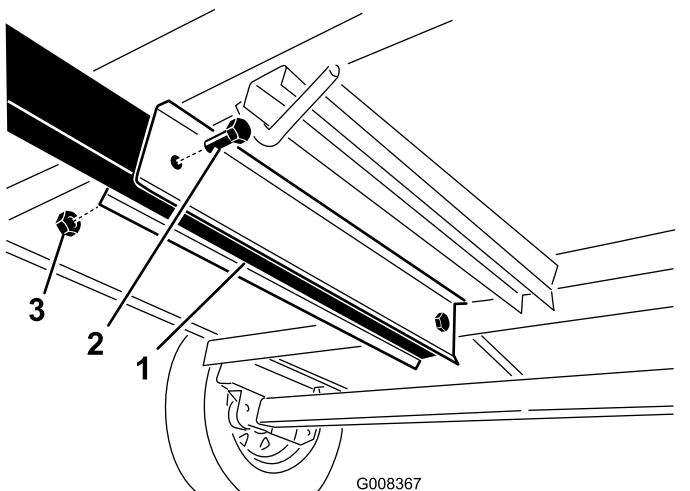

Figure 6
- 9. Fixez les boulons avec 2 écrous ($\frac{5}{8}$ po) (Figure 6). Serrez les écrous de roues à un couple de 103 à 135 N·m (76 à 100 pi-lb).